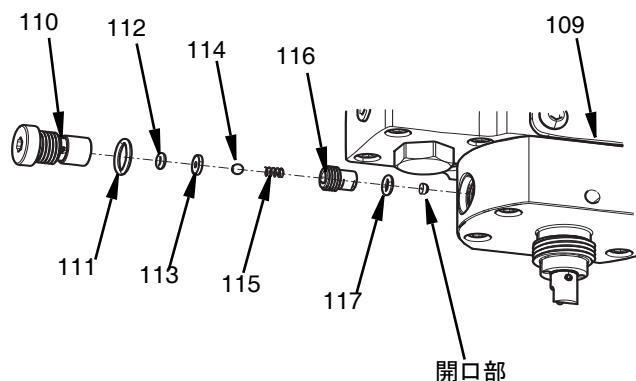

図 30
2. 5mm 六角レンチでチェックバルブ本体 (110) を取り外してください。
3. 開口部と O リング (117) をチェックバルブとノズル開口部 (109) から取り除いてください。
4. 6 mm レンチ (1/4 in) レンチと 5mm 六角レンチを使用して、チェックバルブリテーナー (107) のネジを緩めて、チェックバルブ本体 (110) から取り外してください。
5. チェックボール (114)、comp スプリング (115)、バルブシート (113)、O リングパッキン (112) をチェックバルブ本体 (110) から取り除きます。図 30 を参照してください。